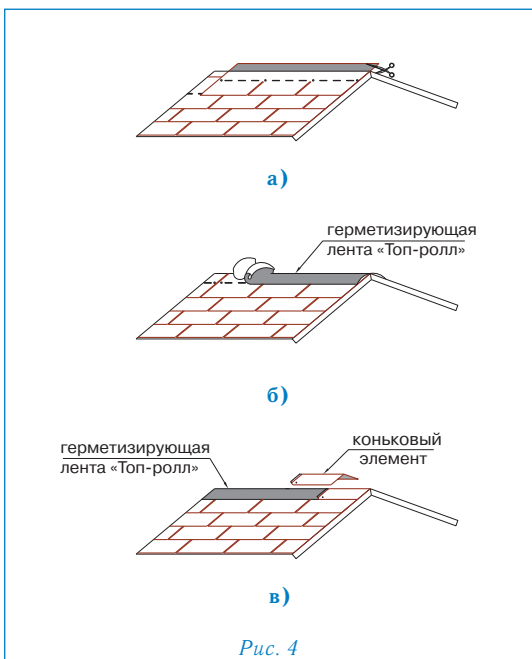

Рис. 4
## Конек (рис. 4)
- выступающие части листов обрезаются (рис. 4а);
- линии коньков и ребер герметизируются специальной самоклеящейся лентой «Топ-ролл» (рис. 4б);
- далее устанавливаются внахлест специальные коньковые элементы (направление укладки по преимущественному направлению ветра). Каждый коньковый элемент плотно прижимается к основанию кровли и фиксируется двумя гвоздями из нержавеющей стали длиной 35 мм, которые перекрываются следующим коньковым элементом (рис. 4в).